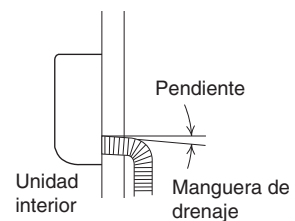

Fig. 3-35
- a) La manguera de drenaje debería estar inclinada hacia abajo y hacia el exterior. (Fig. 3-35)